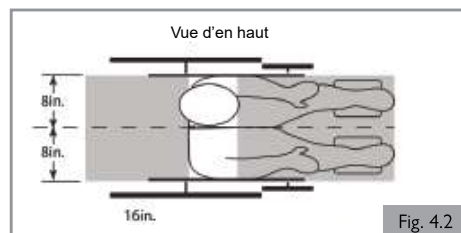

Fig. 4.2
3. Les zones de dégagement recommandées pour les occupants assis dans un fauteuil roulant retenus à la fois par des ceintures de retenue du bassin et du torse supérieur ou uniquement par une ceinture de retenue du bassin sont indiquées dans les diagrammes (Fig. 4.2 et 4.3) et décrites ci-dessous. Les zones de dégagement frontales doivent être plus importantes lorsqu'une ou des ceintures de retenue du torse supérieur ne sont pas utilisées. La zone de dégagement arrière de 40,5 cm se mesure à partir du point le plus en arrière de la tête d'un occupant. La zone de dégagement frontal se mesure à partir du point le plus en avant de la tête de l'occupant ; elle doit être de 66 cm lorsqu'une ceinture de retenue du bassin et une ceinture de retenue du torse sont utilisées et de 94 cm lorsqu'une ceinture de retenue du bassin seulement est utilisée. Il se peut que la zone de dégagement frontal ne soit pas applicable pour les conducteurs assis en fauteuil roulant.